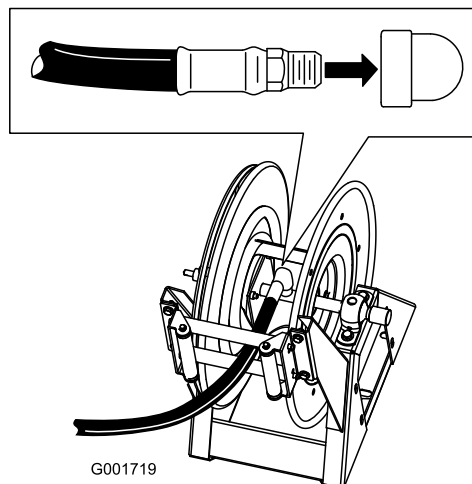

Figura 19
- Avvolgete del nastro di Teflon attorno ai filetti del raccordo sul flessibile lungo, e montate il raccordo nel tubo di connessione sull'avvolgitubo (Figura 19).